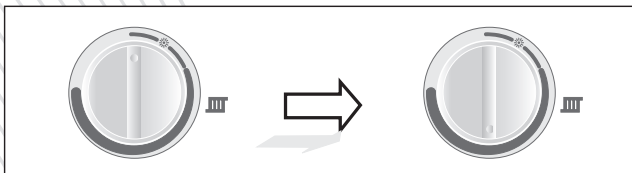

Рисунок 5
1. Регулятор температуры системы отопления (CO):
Температура воды системы отопления (CO) может быть установлена посредством поворачивания ручки регулировки (CO) на контрольной панели (Рис.5). Выбранное с её помощью значение определит температуру воды, поступающую в радиаторы. При использовании радиаторов, температура может быть установлена в диапазоне от минимального значения 38°C до максимального 85°C, тогда как при отоплении системой